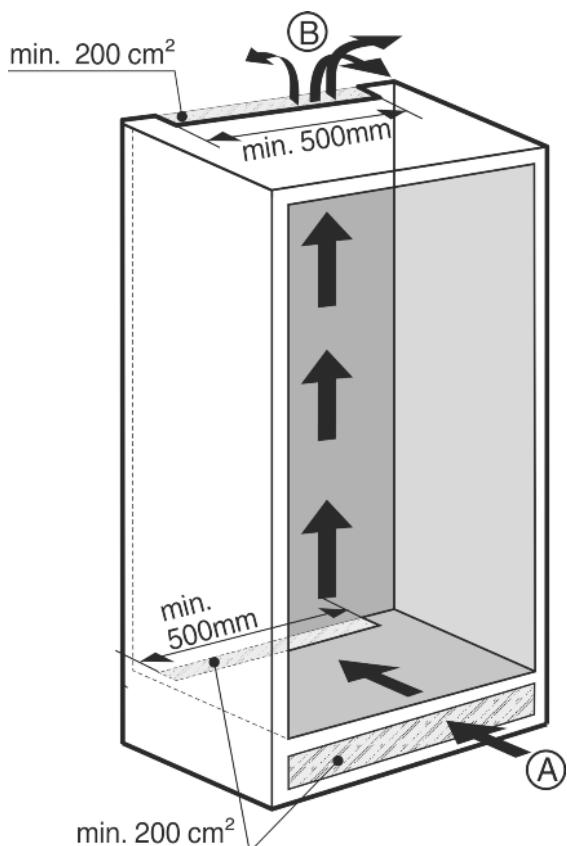

Fig. 3
- Pro každou chladničku musí mít větrací otvor průřez minimálně 200 cm^2 na vstupu Fig. 3 (A) a výstupu vzduchu Fig. 3 (B).